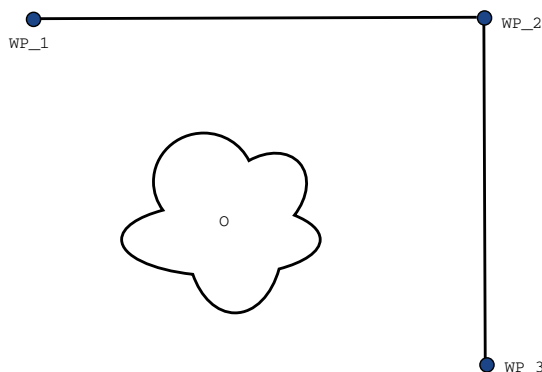

Figura 15.2: WP_1: posição inicial WP_2: ponto do trajeto, WP_3: posição de pegar, O: obstáculo.
Exemplo Considere como exemplo uma aplicação de pegar e colocar (consulte a figura 15.2), em que o robô está atualmente no ponto de rota 1 (WP_1) e precisa pegar um objeto no ponto de rota 3 (WP_3). Para evitar colisões com o objeto e outros obstáculos (O), o robô deve se aproximar WP_3 no sentido proveniente do ponto de rota 2 (WP_2). Desse modo, os três pontos de rota são introduzidos para criar um caminho que satisfaça os requisitos.